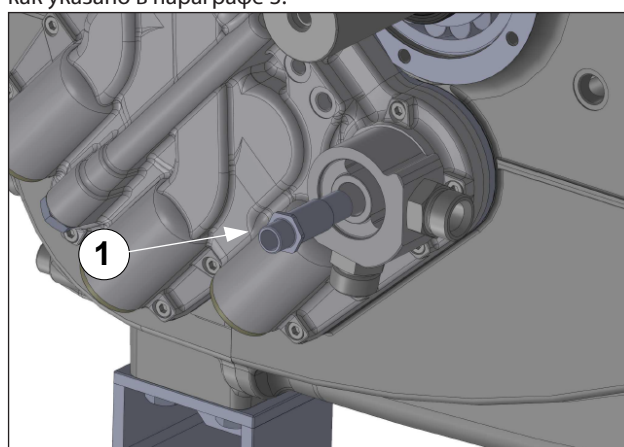

Рис. 130
Установите блок переходника воздушно-масляного теплообменника (поз. ①, Рис. 130) и откалибруйте крепежный винт с помощью динамометрического ключа, как указано в параграфе 3.